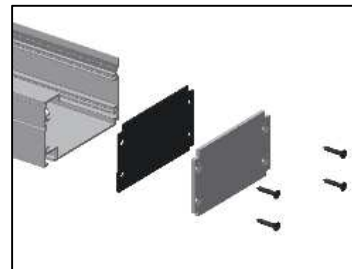

Abbildung 41
- » Regenrinnenendkappe (28) incl. Dichtung (27) an Regenrinne (Abbildung 41) verschrauben (29). Achtung: Aussparungen Deckel asymmetrisch, kleine Nut nach unten.